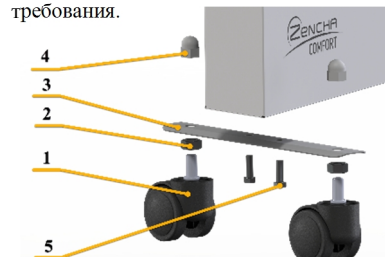

Рисунок 2 Последовательность сборки роликовой опоры
Распакуйте электроконвектор. Соберите роликовую опору конвектора (см. рис. 2), для этого на ось ролика (1) накрутите обычную гайку М8 (2), вставьте ось ролика в отверстие держателя (3), накрутите сверху колпачковую гайку М8 (4), затяните резьбу. Также самое проделайте со вторым роликом. Собранный роликовую опору конвектора прикрепите при помощи двух болтов М5х25 (5) к корпусу обогревателя. Повторите вышеперечисленные операции для второй роликовой опоры конвектора.